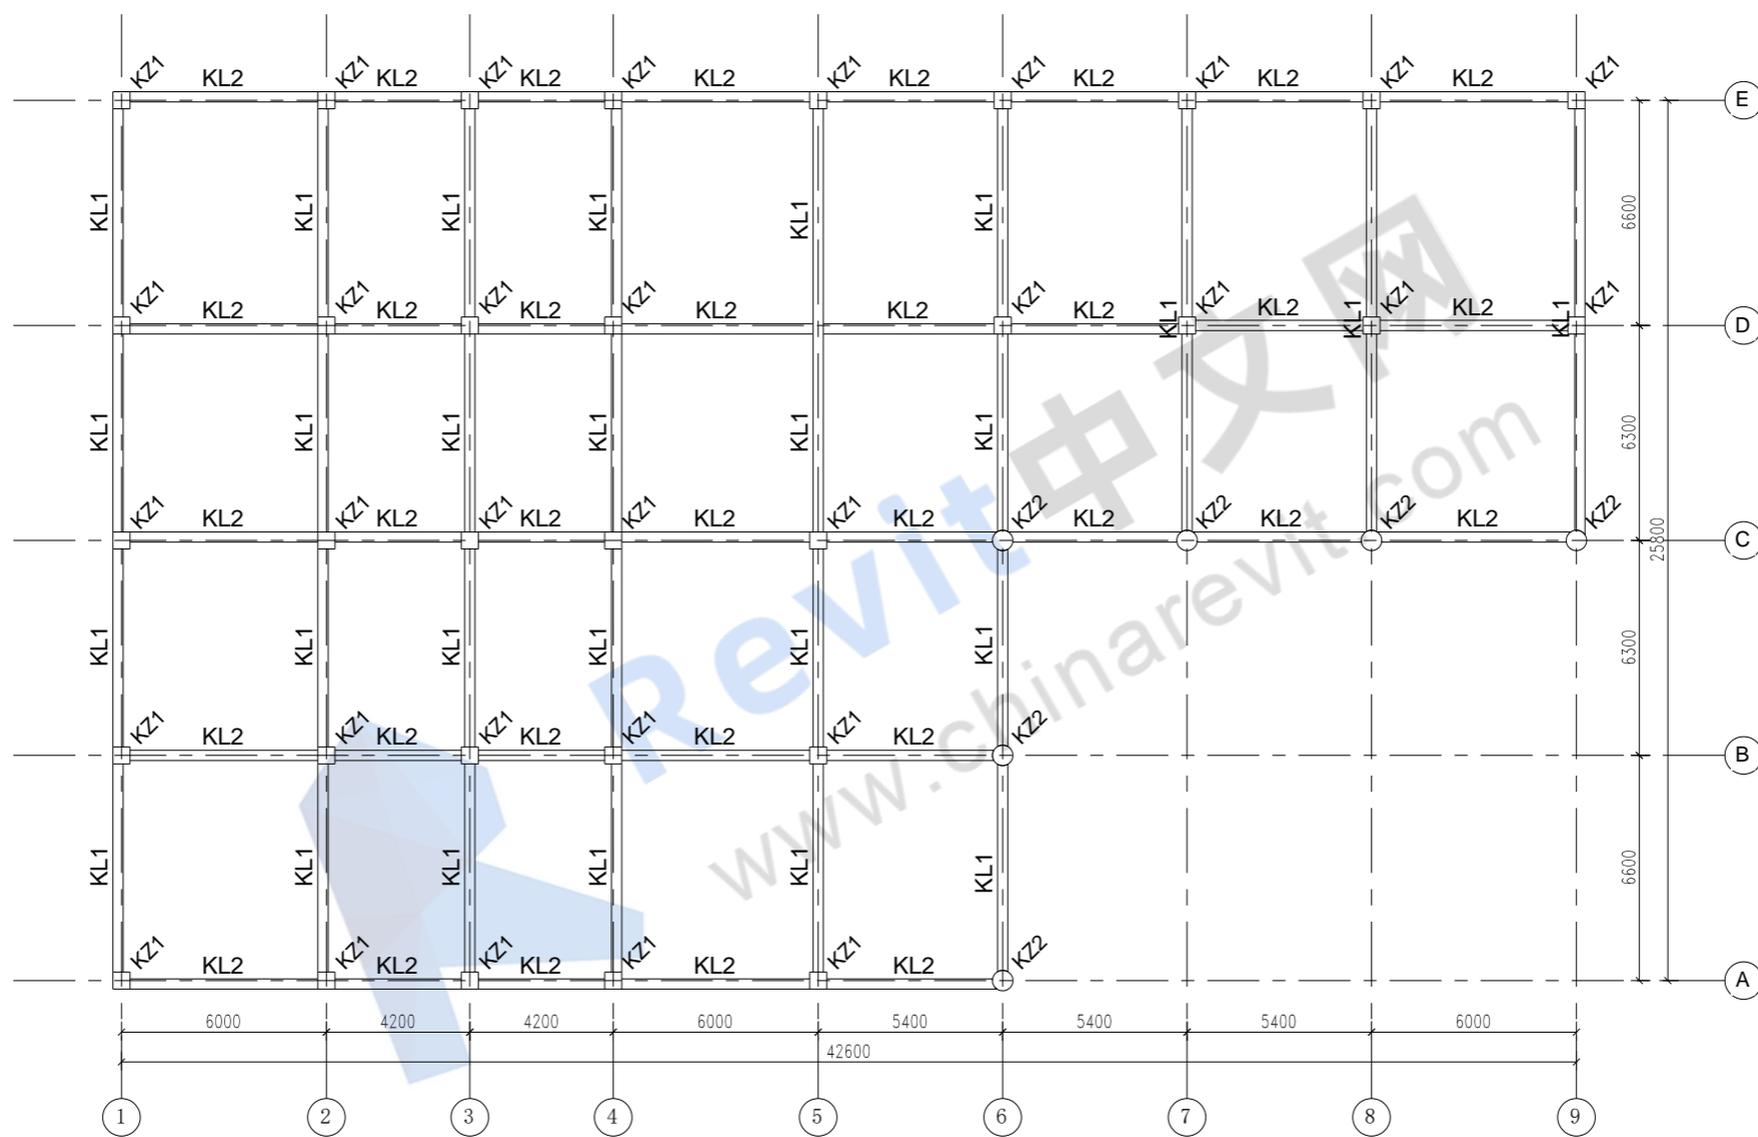

图2 首层结构平面图
(1)建立整体结构模型,包括:基础、梁、柱、楼板。其中,柱中心位于轴网相交处,框架梁与轴线的关系见图2首层结构平面图,构件尺寸、混凝土强度等级、保护层厚度见下表。(22分)